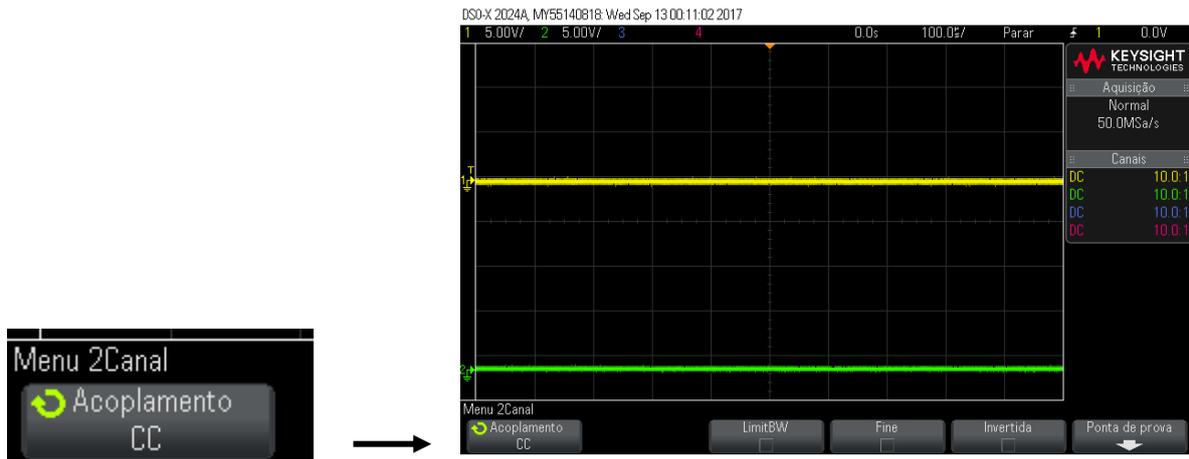

Figura 15 – Acoplamento AC e CC
Selecione o canal para o qual pretende definir o tipo de acoplamento. Na Figura 15 está indicado que o acoplamento do canal 2 é DC (CC) – mede ambas as componentes do sinal (DC+AC). Para mudar para AC (CA) – mede apenas a componente alternada (AC) – rode o botão **ENTRY** (Controle Entry) ou use a *softkey* por baixo do menu (Menu2Canal).